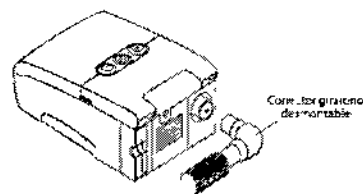

FIGURA 3-2 CONEXIÓN DEL TUBO FLEXIBLE
1. Conecte el tubo flexible a la salida de aire de la parte posterior del dispositivo, como se muestra en la figura 3-2. Puede utilizar el conector giratorio desmontable opcional que se suministra con el dispositivo y que ya está conectado al tubo (ilustrado en la figura 3-2), o bien puede desconectar el conector giratorio y conectar el tubo directamente a la salida de aire.